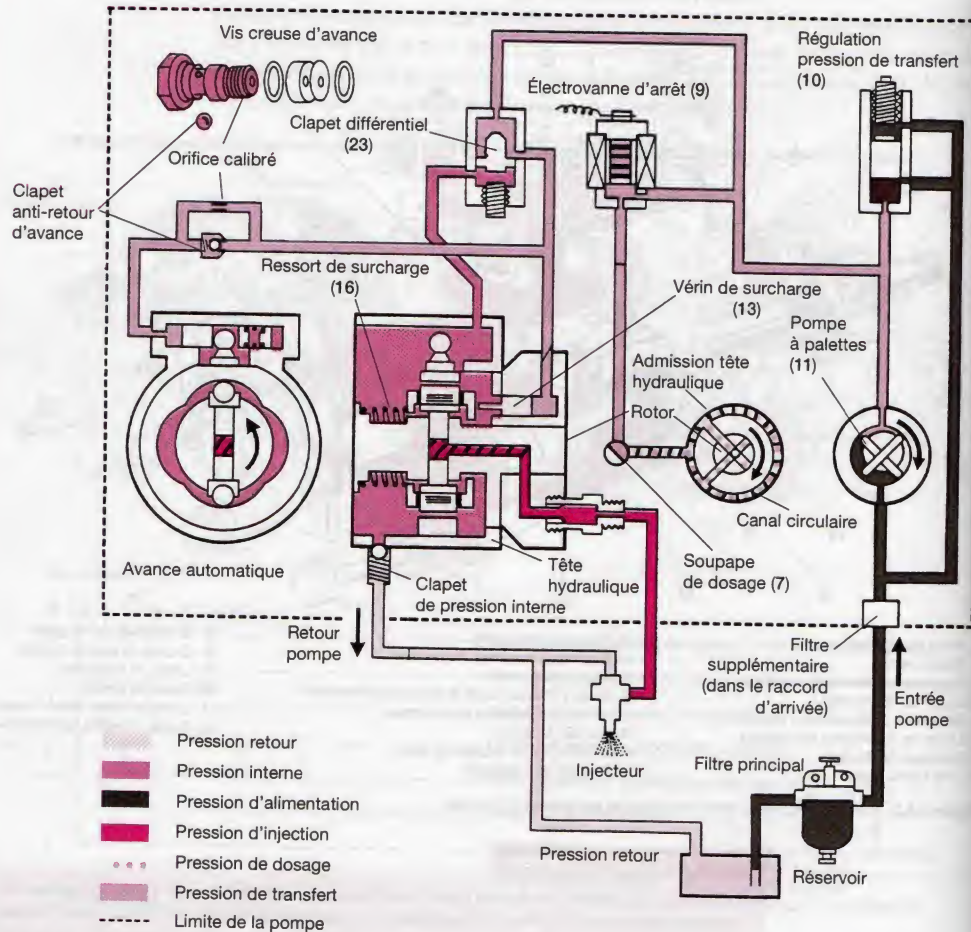

Figure 44.3. Schéma d'alimentation d'une pompe Delphi-Diesel, type DPC de base
- Vers le clapet différentiel (23) (fig. 44.3). Il permet ou non le passage vers les vérins de surcharge (13) (fig. 44.2) et l'avance automatique en fonction de la vitesse.
- Vers le régulateur de pression de transfert (10). Il maintient la pression dans les limites fixées suivant la vitesse de rotation.
- Vers l'électrovanne de stop (9). Dès la mise sous tension (clé de contact), elle permet le passage vers la soupape de dosage (7), permettant à la pompe d'injection de débiter.